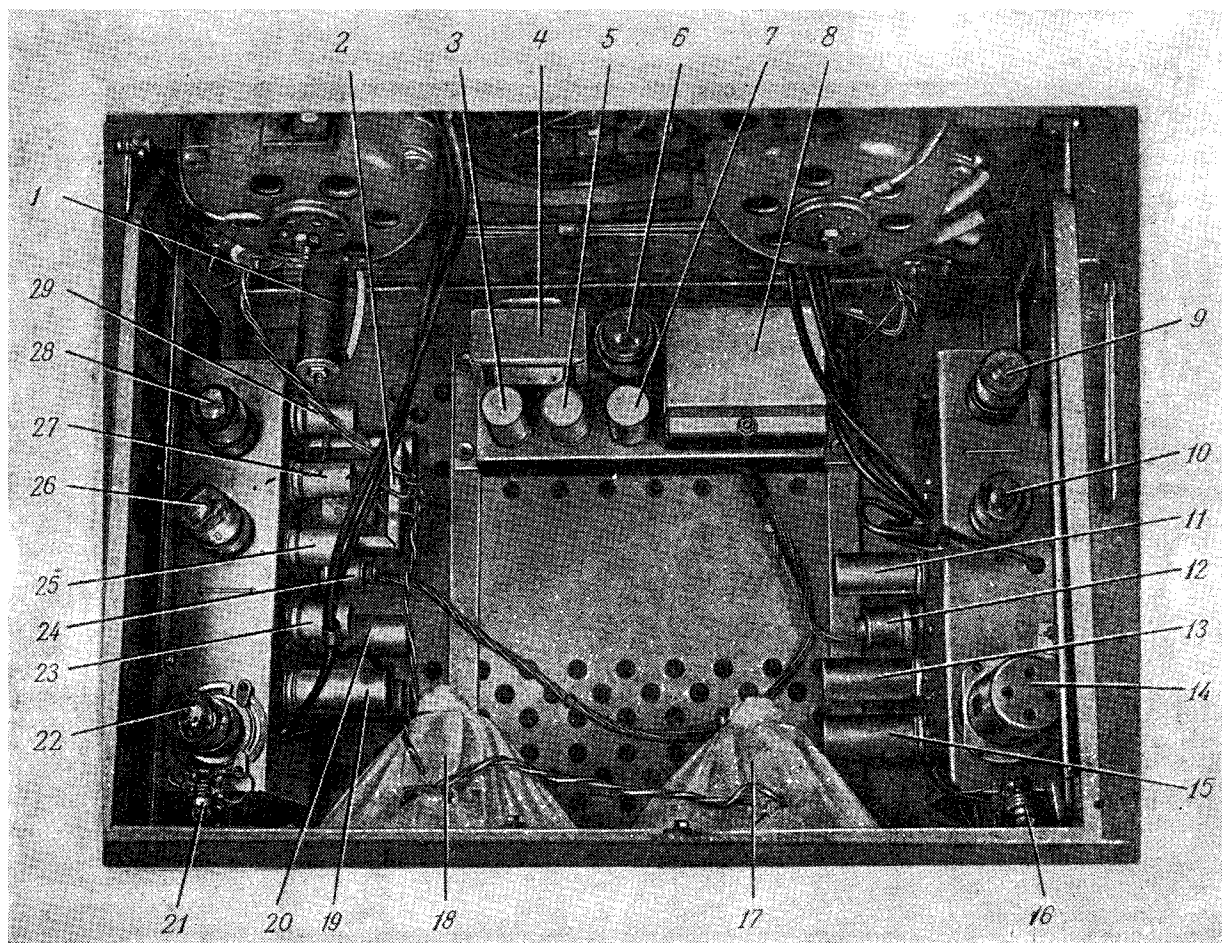
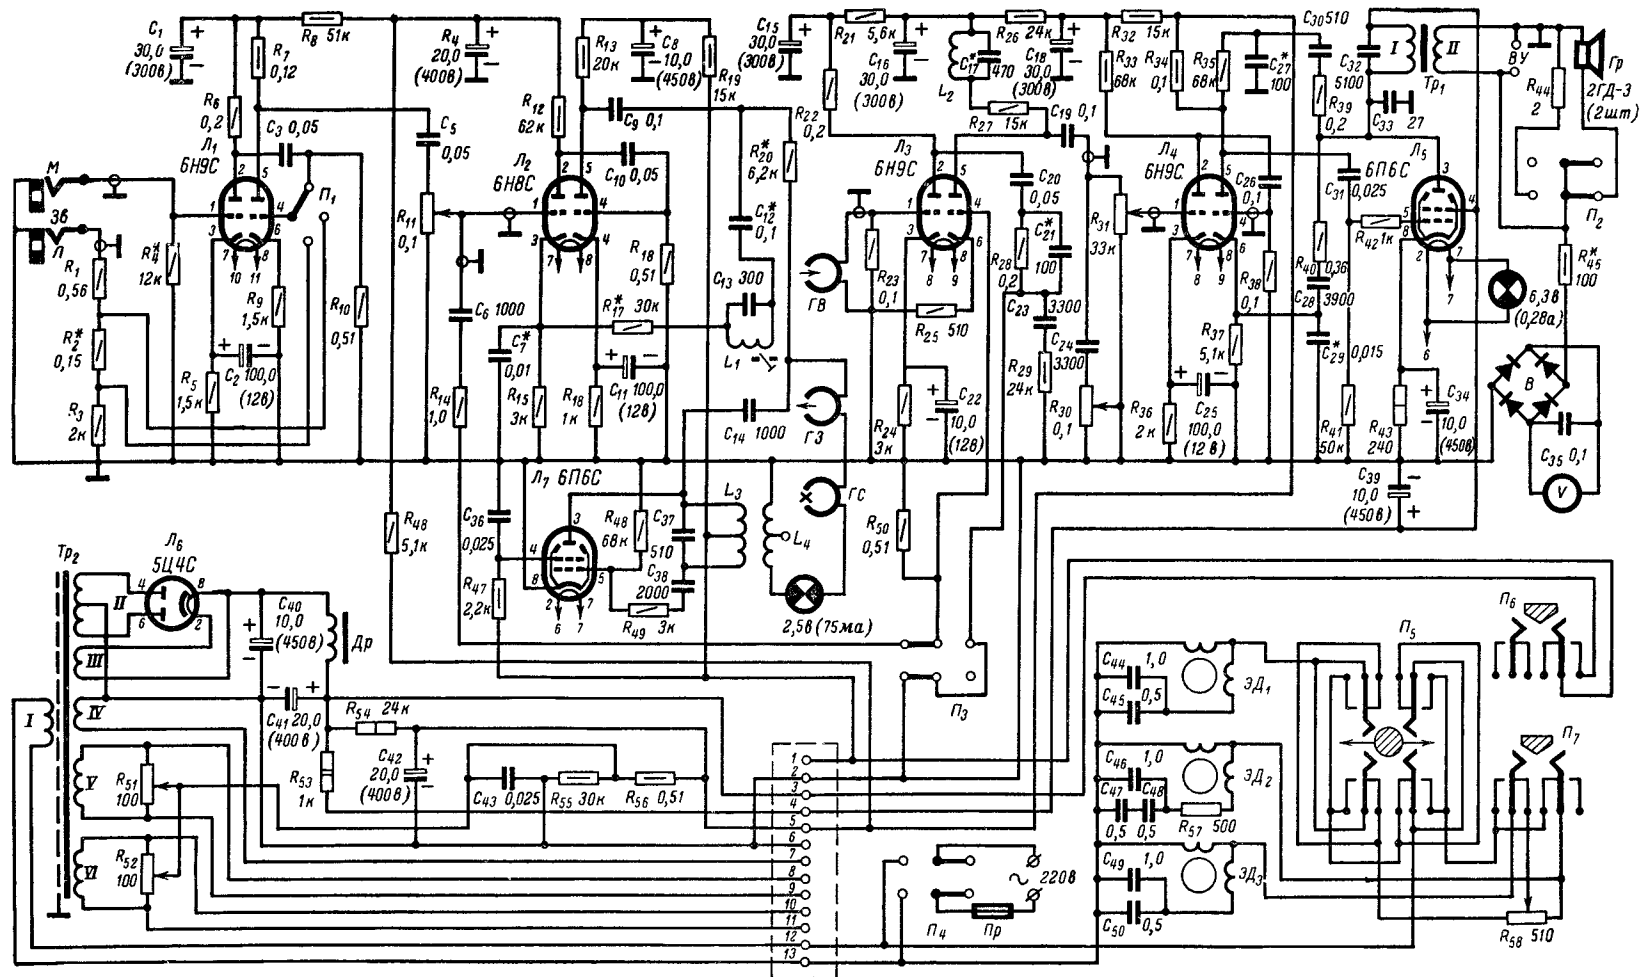

Рис. 112. Расположение деталей усилителей.
Рис. 113. Принципиальная электрическая схема магитофона «МАГ-8МII».
**Усилитель, генератор и выпрямитель.** Электрический монтаж магнитофона показан на рис. 112, а его принципиальная электрическая схема приведена на рис. 113.